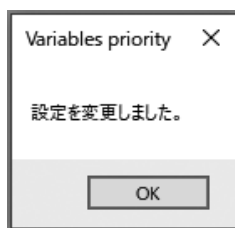

図78
⑤ 「OK」をクリックし、入力して設定値に変更されると、メッセージボックス(図78)が表示されますので、「OK」ボタンをクリックすれば設定は終了です。